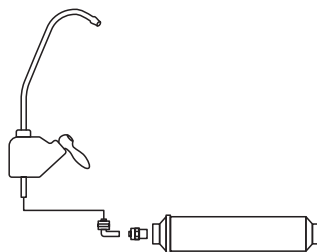

Рис. 37
- 5.9.7. Для модели FR0-5, FR0-5P шланг от крана очищенной воды подключите к постфильтру согласно схеме модели (В – подача очищенной воды в питьевой кран) (Рис. 37).